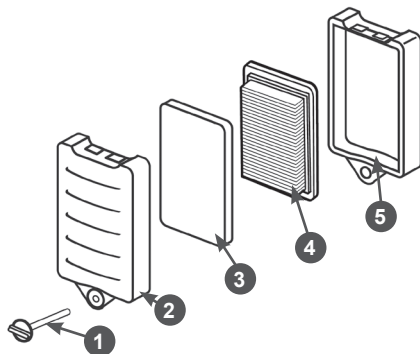

Рис. 17 Обслуживание воздушного фильтра
1. Открутите болт 1 и снимите крышку 2 воздушного фильтра (Рис. 17).
2. Извлеките предварительный поролоновый 3 и основной бумажный 4 фильтрующие элементы (Рис. 17).
4. При незначительном загрязнении промойте предварительный поролоновый фильтрующий элемент 3 (Рис. 17) теплым мыльным раствором и просушите. Поврежденный или сильно загрязненный поролоновый фильтрующий элемент замените.
Бумажный фильтрующий элемент 4 (Рис. 17) не подлежит очистке, необходима его замена. Не продувайте основной бумажный фильтрующий элемент сжатым воздухом, не промывайте его в бензине и других растворителях.
5. Произведите очистку крышки 2 и корпуса 5 воздушного фильтра, не допуская попадания пыли и грязи в воздуховод, ведущий к карбюратору (Рис. 17).